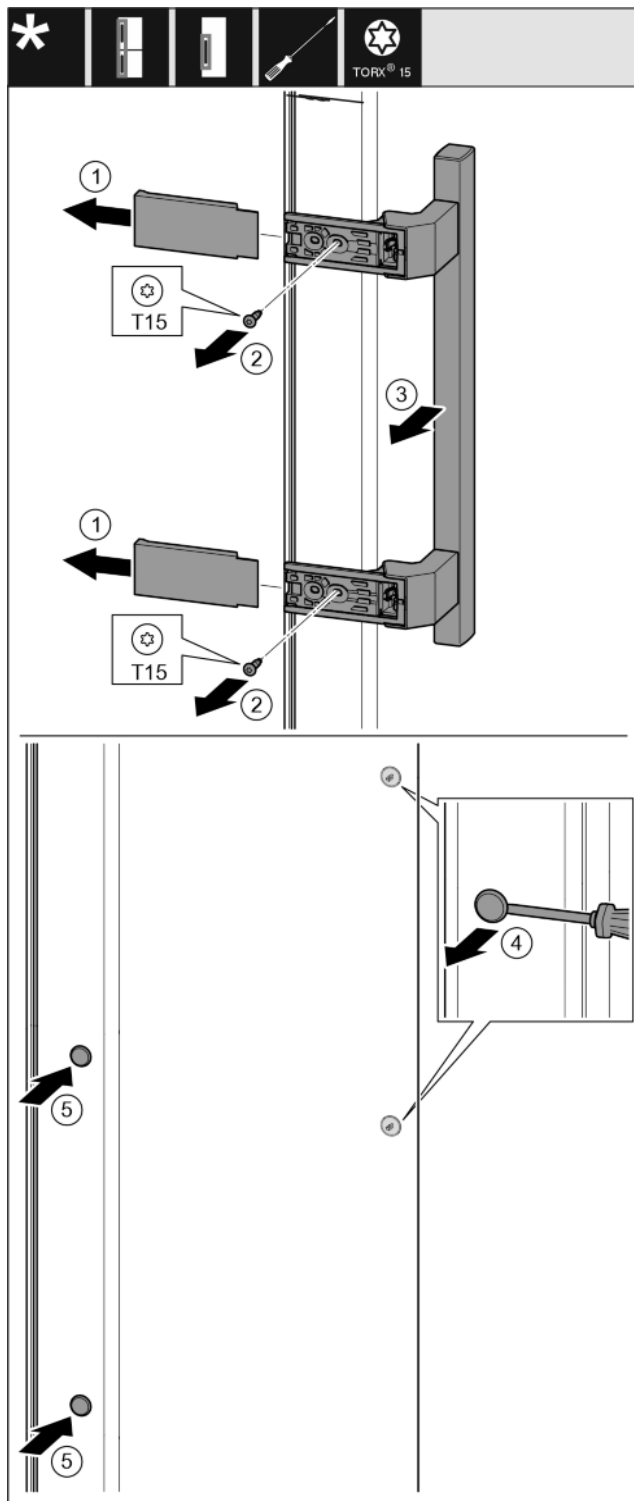

Fig. 30
- ▶ Rimuovere la copertura. Fig. 30 (1)
- ▶ Svitare le viti con il cacciavite T15. Fig. 30 (2)
- ▶ Rimuovere la maniglia. Fig. 30 (3)
- ▶ Con un cacciavite a testa a intaglio sollevare con cautela i tappi laterali ed estrarli. Fig. 30 (4)
- ▶ Inserire nuovamente i tappi sull'altro lato. Fig. 30 (5)